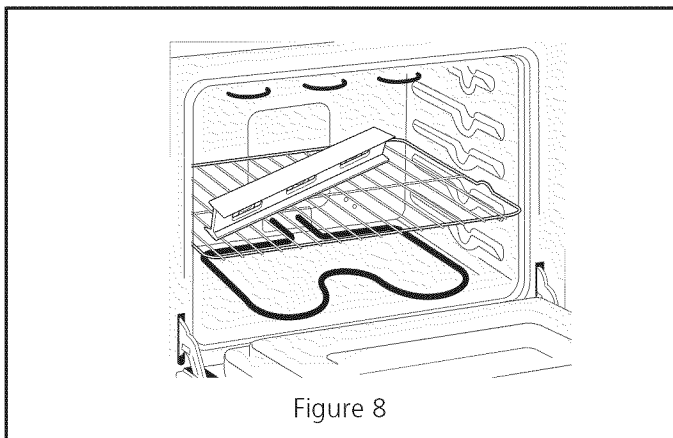

Figure 8
1. Installez une grille au centre du four supérieur (Voir la figure 8).